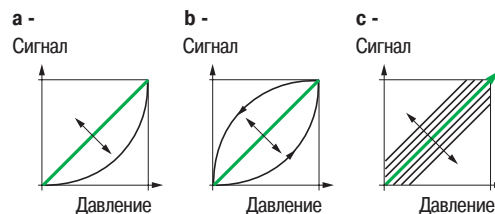

Рис. 62: Графическое представление:
□ **Линейность** – это наибольшая разница между фактической кривой датчика и номинальной кривой (см. Рис. 62).
□ **Гистерезис** – это наибольшая разница между кривой нарастания давления и кривой понижения давления (см. Рис. 62).
□ **Повторяемость** является максимальным разбросом значений, полученная путем изменения давления при определенных условиях (см. Рис. 62).